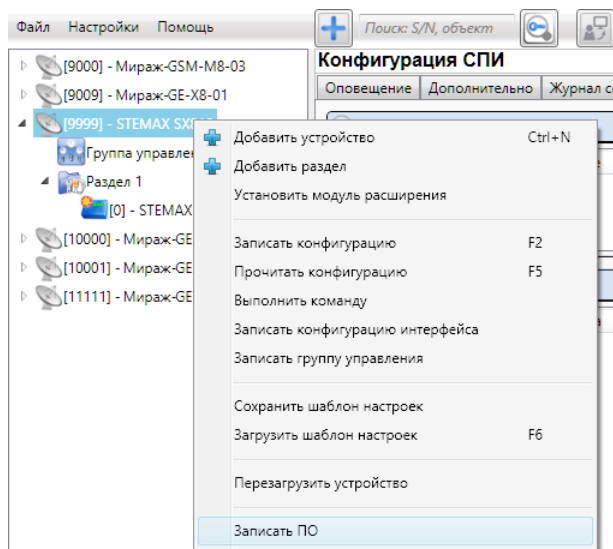

Рис. 8.1. Контекстное меню устройства, выбор функции *Записать ПО*
1. Щелкните правой кнопкой мыши по строке контроллера в дереве устройств и в появившемся меню выберите *Записать ПО* (рис. 8.1).